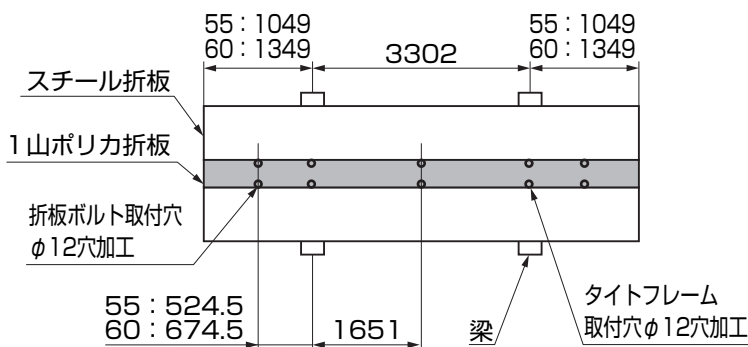

図2-1 穴加工位置(4本柱)
- ①スチール折板とポリカ折板に、タイトフレーム取付け用のφ12の穴加工をしてください。(図2-1、図2-2参照)
- ③ポリカ折板をルーフボルトキャップと折板固定用笠ワッシャーで固定してください。
- ④ポリカ折板と、ポリカ折板と隣接するスチール折板にφ12の穴加工をしてください。(図2-1、図2-2参照)